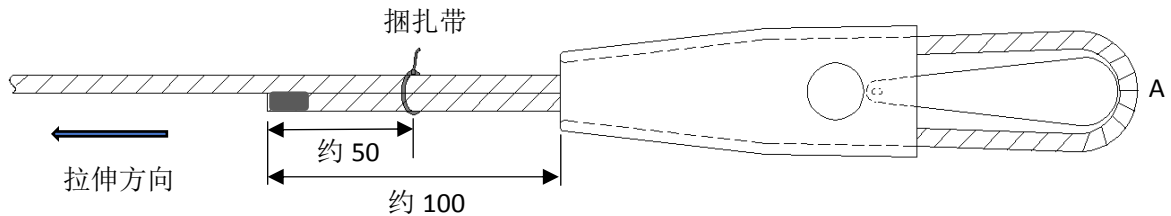

图2 固定钢丝绳尾段
- d) 将弯曲后的钢丝绳沿着楔块穿过楔套，并使 A 点与楔块的顶点接触，当钢丝绳的尾段伸出楔套约 100 mm 时，使用捆扎带将钢丝绳尾段固定在钢丝绳工作段上，然后用力拉钢丝绳，直到楔块露出开口销孔为止（对于没有开口销孔的楔块，应拉至楔块到达工作位置为止），拉钢丝绳时需注意楔块的顶点应该与钢丝绳的 A 点接触，见图 2。